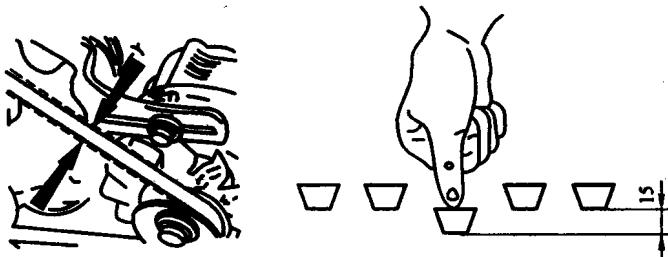

图 1-17 V 带的张紧程度要适当
(3) V 带的张紧程度要适当，在中等中心距的情况下，以大拇指能将带按下 15mm 为适当，如图 1-17 所示。